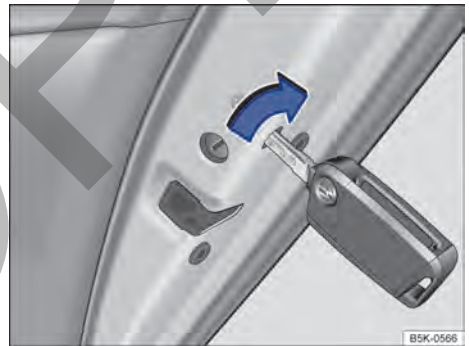

Fig. 58 Cierre de emergencia del vehículo con la llave del vehículo.
- Introducir la paleta de la llave en la ranura → fig. 58 y girarla.